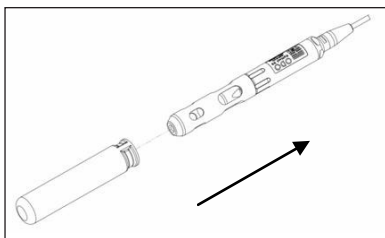

Figure 3
5. Glissez le manchon d'étalonnage/stockage sur la protection de la sonde afin de conserver la sonde dans un milieu humide lors de l'entreposage et de l'étalonnage (Figure 3). Il est important de